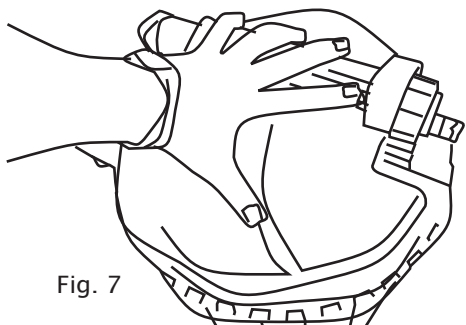

Fig. 7
10. Alinhe o tubo de drenagem e o tubo de condução com os dois furos na parte superior do cesto de mídias. Pressione firmemente a tampa da unidade para baixo. Fig. 7